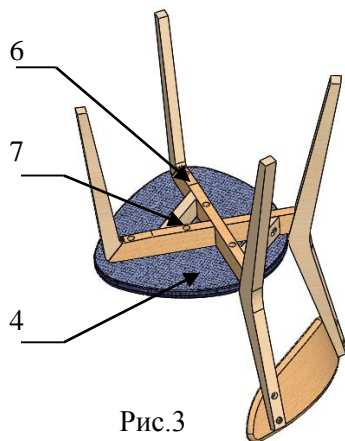

Рис.3
2.3.Присоединить сиденье (4) к каркасу при помощи винтов-стяжек (6). Сначала наживить винты-стяжки (6), потом поочередно подтянуть все десять винтов-стяжек (6, 7). (Рис.3).